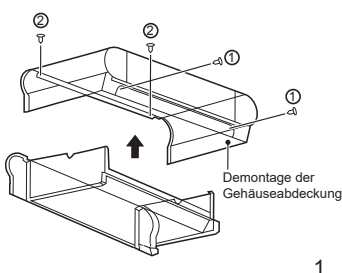

Abb. 4-6 Öffnen der Gehäuseabdeckung
- Wie in Abbildung 4-6 dargestellt, entfernen Sie jeweils die 2 Schrauben ① und ② und dann das Gehäuse.